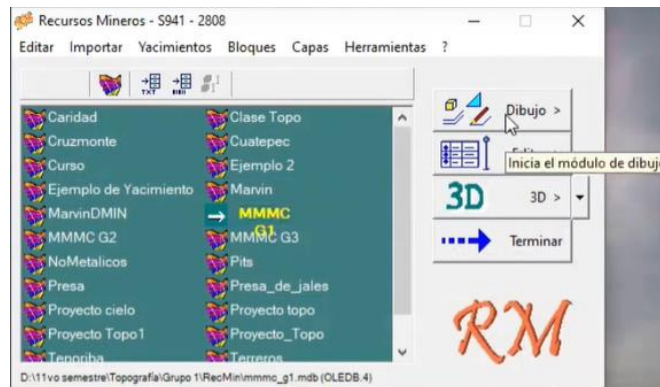

Figura 284. Módulo de dibujo.
38. En el Módulo de yacimientos, seleccionar el proyecto en el que se estará trabajando y presionar el botón “Dibujo” para abrir el Módulo de dibujo. Figura 284.